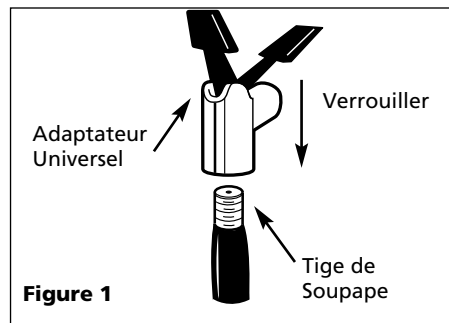

Figure 1
2. Fixer l'adaptateur universel du Gonfleur à la tige de soupape avec le levier dans la position levée. S'assurer de pousser l'adaptateur universel complètement par dessus les filets de la tige de soupape. Une fois que l'adaptateur universel soit fermement en place, appuyer sur le levier d'arrêt afin de le verrouiller sur la tige de soupape (Voir Figure 1).